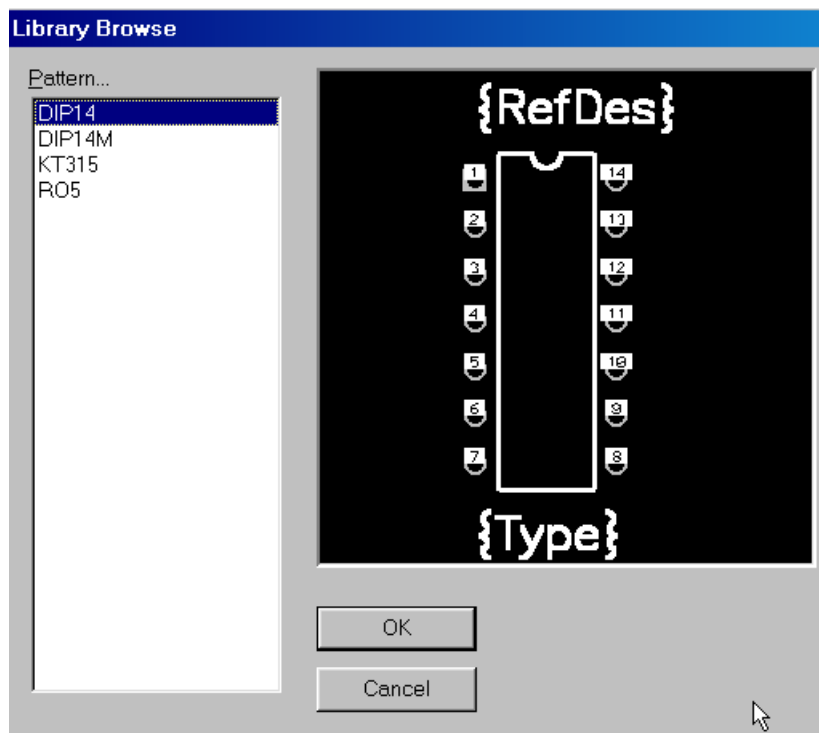

Рис. 8-25. Выбор корпуса для компонента
3) В появившемся окне **Library Browse** (см. рис. 8-25) выберите из списка нужный корпус для компонента. В данном случае - это созданный в предыдущем подразделе DIP14.